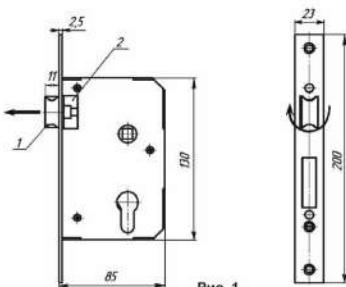
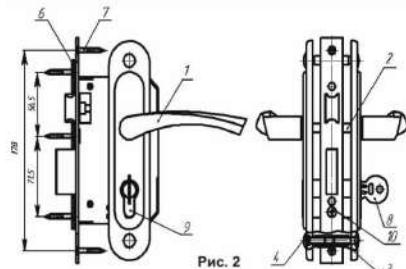

Рис. 1
Рис. 2
3. Фиксация защелки убирается ручкой замка (рис.2 поз.1), а также с помощью ключа, повернув его по часовой стрелке в крайнее положение.
3. Замок устанавливается на двери, как с левосторонним, так и с правосторонним открыванием перестановкой защелки (рис.1 поз.1) и ручек (рис.2 поз.1).